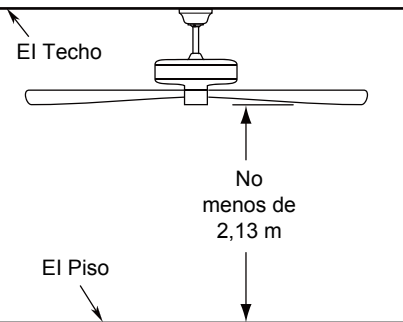

Figura 2
Uso de perfil profundo (Figura 2)
2. Extraiga la pieza de la bola colgante de la unidad de la bola colgante / varilla aflojando el tornillo de presión de la bola colgante hasta que la bola se libere de la varilla. Retire el pasador del barral y luego extraiga la semiesfera. Conserve el pasador y la semiesfera para su reinstalación en el Paso 7. (Figura 2)
Debe colgar el ventilador a una distancia mínima de 2,13 m desde las aspas hasta el piso. (Figura 2)
Para evitar una posible descarga eléctrica, asegúrese de cortar la alimentación eléctrica de la caja de fusibles principal antes de alambrado el ventilador. (Figura 2)
2. Coloque y ajuste firmemente la cubierta para el tornillo de la base sobre los tornillos de reborde de la abrazadera para colgar mediante el mecanismo de seguro por giro del chavetero. (Figura 2)
- 2. Fije la tapa de plástico en el motor, que se quedará en su sitio gracias a un imán. (Figura 2)
- 2.** Restaure la fuente de alimentación de la toma de corriente enciendo la electricidad del fusible principal. (Figura 2)